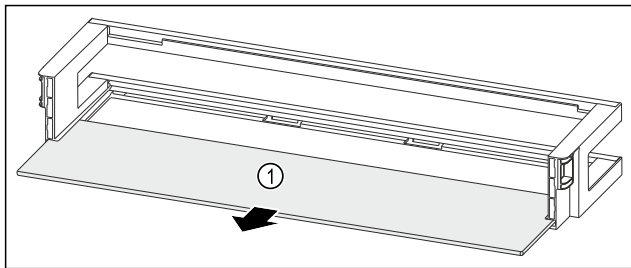

Fig. 212 Лотки на дверцятах з полицею
- Дістаньте полицю Fig. 212 (1).